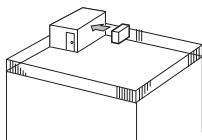

Fig. 2-3
- ① Τοποθετήστε τη μονάδα ώστε το στόμιο εξαγωγής του αέρα να είναι στραμμένο προς τον πλησιέστερο διαθέσιμο τοίχο και να απέχει περίπου 35 cm. (Fig. 2-3)